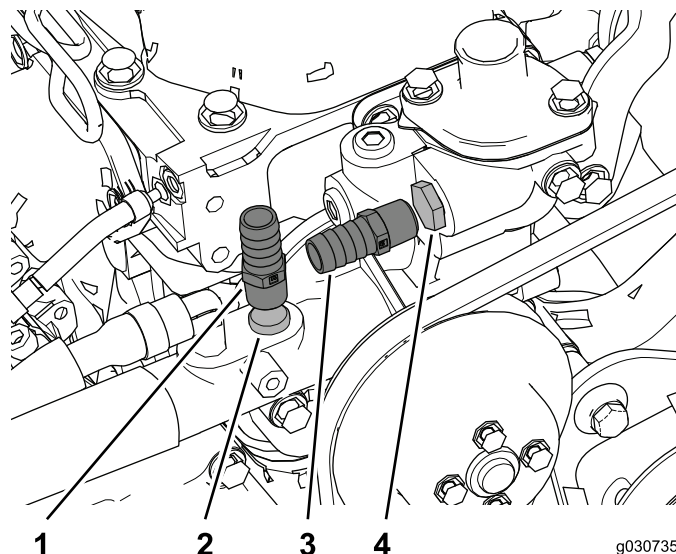

Figura 37
2. Rimuovete i tappi dei flessibili di mandata e ritorno del riscaldamento dal motore e montate i raccordi (3/8 NPT x 0,625 dentellato), come illustrato nella Figura 37.